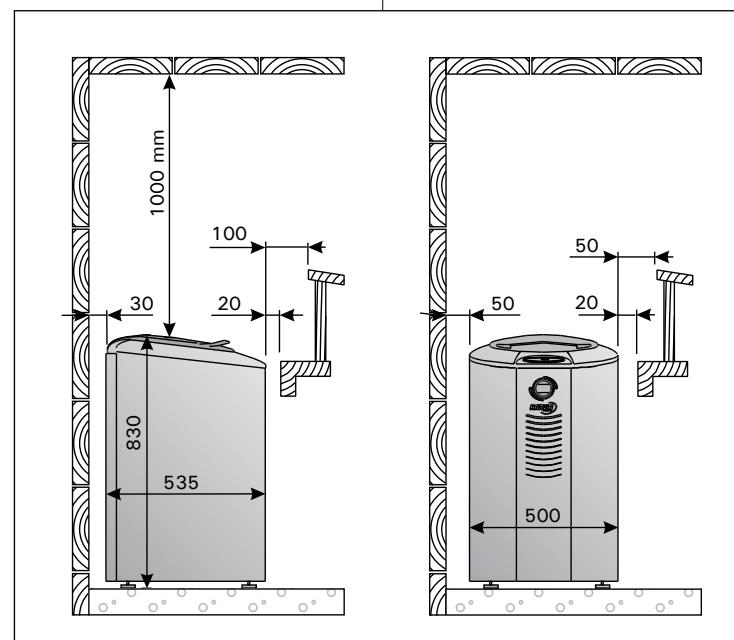

Рис. 8. Расстояния безопасности (мин.)
- при расположении каменки выполняются условия минимальных расстояний, изображенных на рис. 8. **Значения необходимо соблюдать, так как пренебрежение ними может привести к возникновению пожара.**
При установке защитного ограждения вокруг каменки следует соблюдать расстояния, указанные на рис. 8.